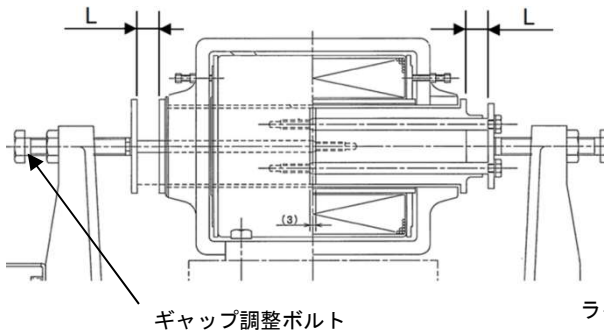

図 3 プランジャーストローク寸法
- (1) ブレーキを閉じた状態でのプランジャーストローク寸法 (L) を測定してください。(図 3)